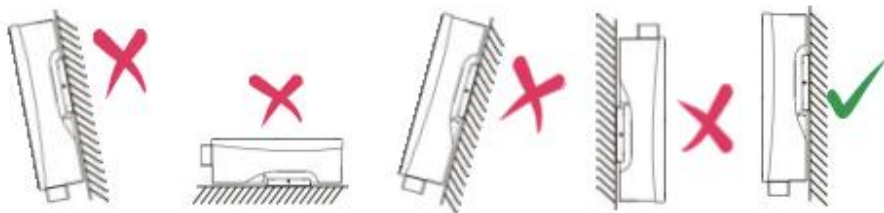

Рисунок 10
- ❖ Инвертор допускается устанавливать только в вертикальном положении, при этом угол наклона не должен превышать 15° (рисунок 10).